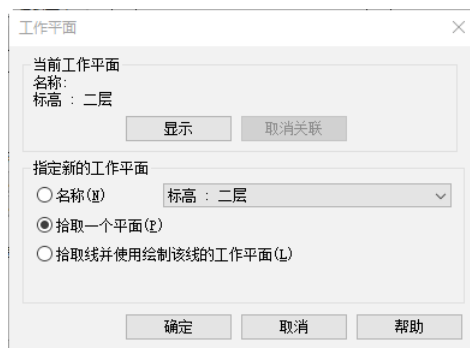

图 15-101 “工作平面”对话框
- (3) 单击“结构”选项卡“工作平面”面板中的“设置”按钮，打开“工作平面”对话框，选择“拾取一个平面”单选按钮，如图 15-101 所示，单击“确定”按钮。